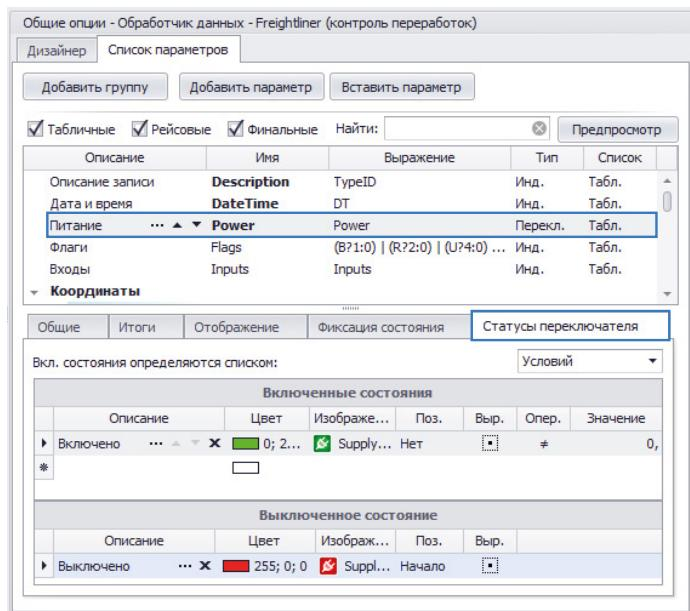

Рис.91. Статусы переключателя.
Переключатель может иметь несколько включенных и одно выключенное состояние. Настроить разные состояния переключателя можно на вкладке «Статусы переключателя» (Рис.91).
- **Условий** – включенные состояния определяются отдельным списком, заданным пользователем вручную. Для этой опции необходимо настроить таблицу включенных состояний – задать описание, цвет диаграммы и изображение состояния, значение параметра, соответствующее этому состоянию и т.д. Для того чтобы программа обрабатывала выключенное состояние параметра, необходимо задать свойства этого состояния в таблице «Выключенное состояние». Пример настроек приведен на Рис.91.